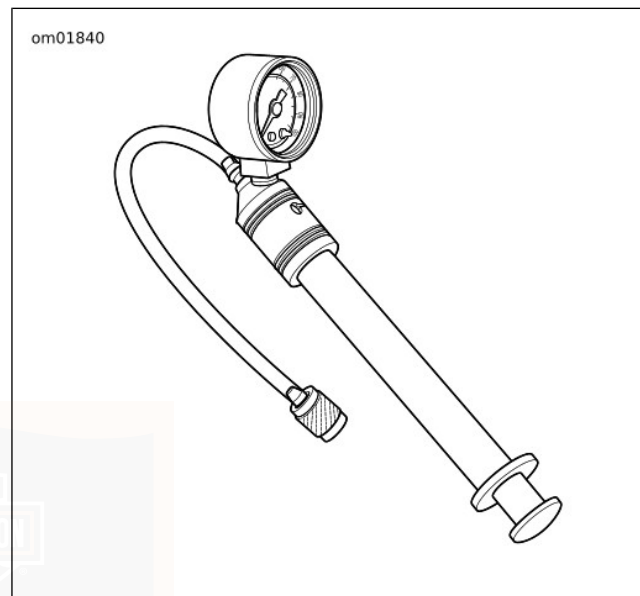

Abbildung 25. Luftfederungspumpe und Manometer (HD-34633)
3. Siehe Abbildung 25. LUFTFEDERUNGSPUMPE UND MANOMETER (TEILE-NR.: HD-34633) an das Luftventil anschließen. Luft in den Stoßdämpfer pumpen bzw. aus diesem ablassen, bis der für Motorrad und Last vorgeschriebene Druck erreicht ist. Siehe Tabelle 17.